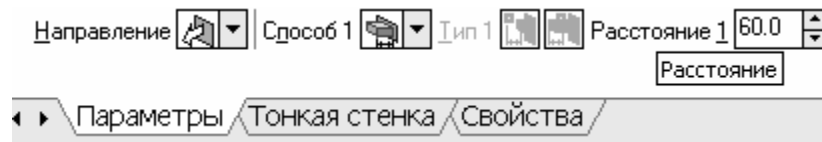

Рис. 26. Параметры выдавливания
- 3.9. Выдавите  эскиз на **расстояние 60 мм** (рис. 26).